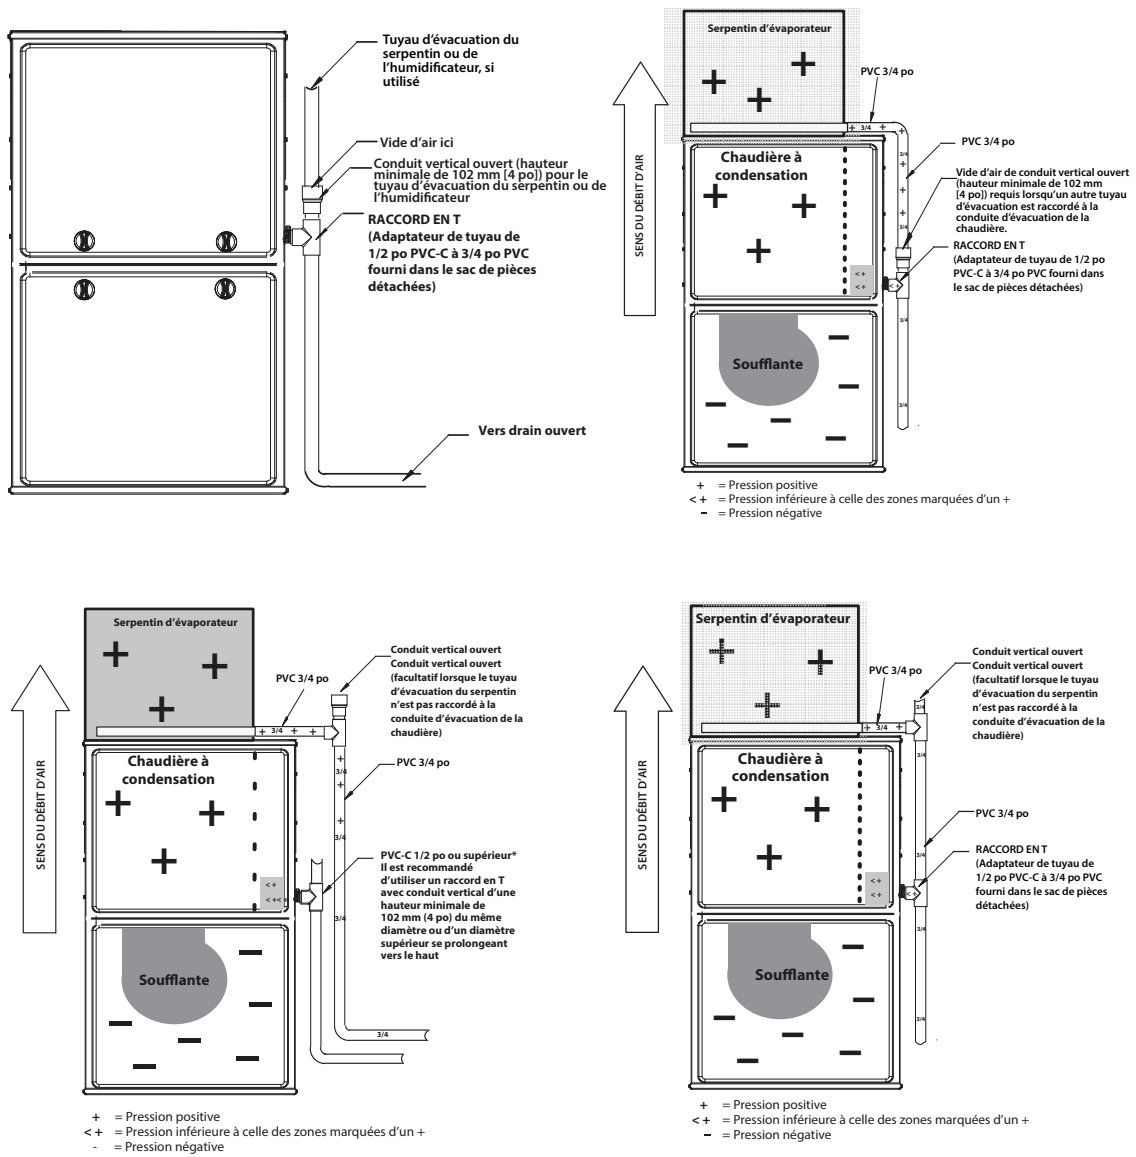

Fig. 11 – Exemple de fixation au drain sur le terrain
Une trousse d'installation horizontale (œillet de siphon), fournie sur place, est requise pour toutes les installations horizontales à ventilation directe (seulement). Cette trousse contient un œillet de caisson en caoutchouc conçu pour étanchéifier le caisson de la chaudière et le siphon de condensat (consultez la Fig. 11).
- Tout tuyau d'évacuation est en PVC d'au moins 3/4 po et il existe un té de refoulement dans la partie supérieure du tuyau d'évacuation de condensat, comme illustré à la Fig. 11.